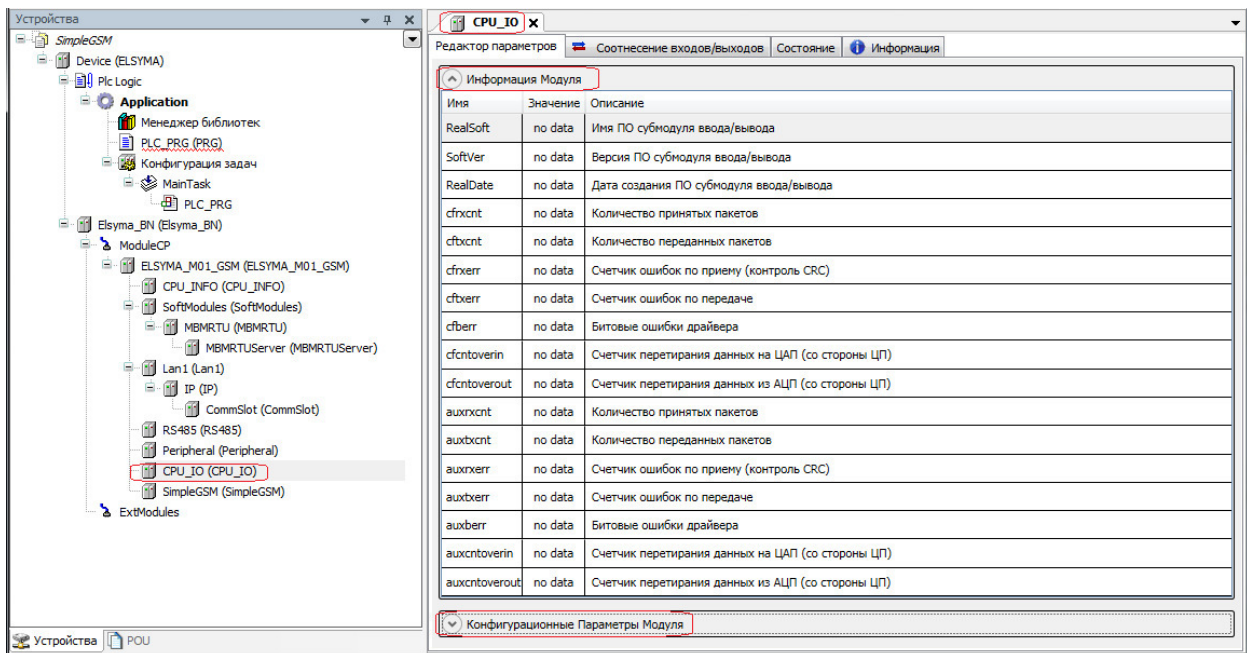

Рисунок 3.88 – Контроллер Элсима-М01. Настройка каналов входа-выхода
- 2 Перейти на закладку *Редактор параметров* (рисунок 3.88).